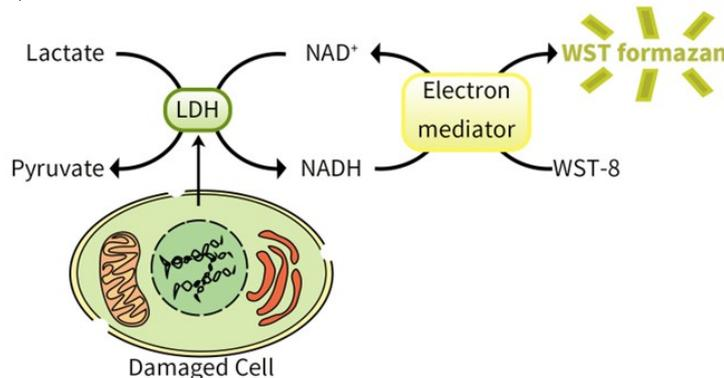

图1. 碧云天乳酸脱氢酶释放检测试剂盒(WST-8法) (C0019)检测原理图。
- 本试剂盒的基本原理如下。在LDH的作用下, NAD+被还原生成NADH, NADH和WST-8反应生成NAD+和水溶性的甲臞染料(Formazan dye), 在450nm波长下产生吸收峰, 从而可以通过比色来定量LDH的活性。吸光度与LDH活性成线性正相关。该酶联反应原理的示意图如下(图1)。